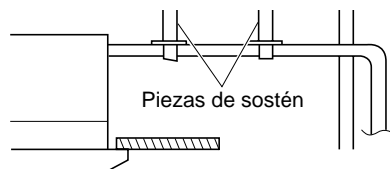

Fig. 3-30
- El tubo no debe colgar suelto en el vacío, sino estar enganchado a la unidad en su punto de conexión. Fije el tubo a una pared, un marco o a cualquier otro soporte lo más cerca posible de la unidad. (Fig. 3-30)